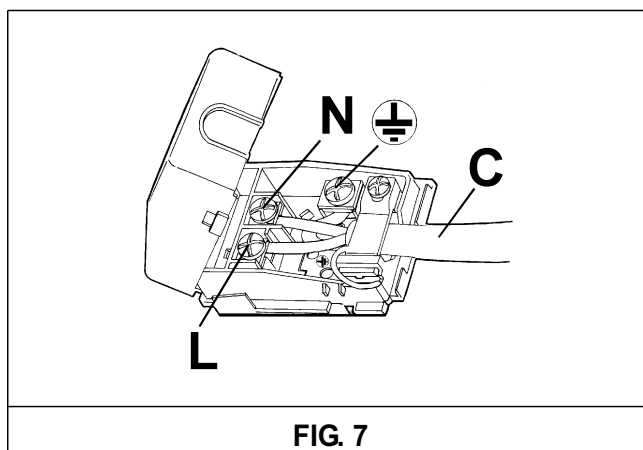

FIG. 7
- Si l'appareil n'est pas pourvu du câble d'alimentation, brancher au bornier un câble de section adaptée (voir tableau paragraphe 6) en laissant le conducteur de terre plus long que les conducteurs de phase et en suivant le schéma de la fig. 7.
- appliquer au câble d'alimentation "C", s'il n'en est pas déjà pourvu, une fiche normalisée adaptée à la charge indiquée sur l'étiquette informative. Brancher les câbles selon le schéma de la fig. 7 en veillant à respecter les indications suivantes: